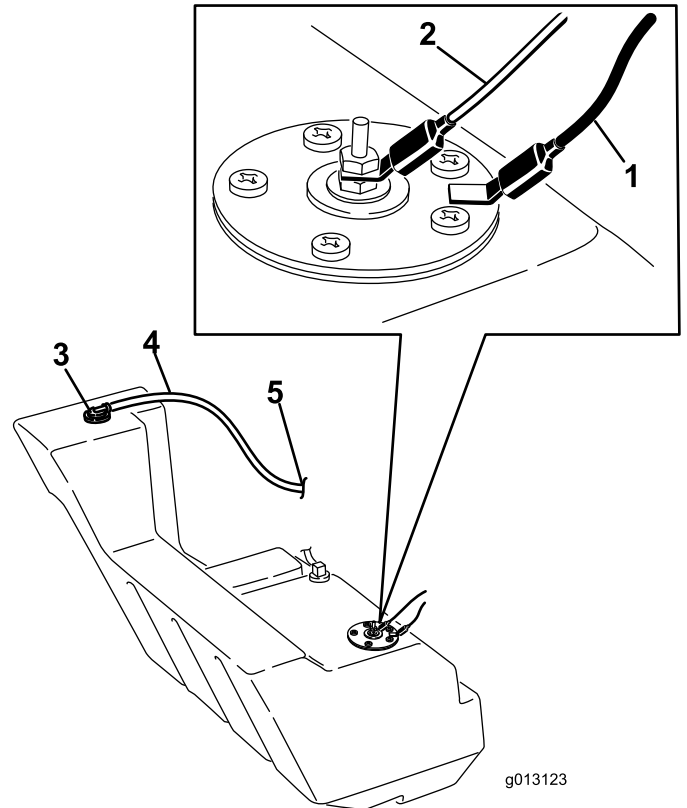

**Figure 65**
Pour cette raison, ouvrez régulièrement le capot et inspectez la zone au-dessous du moteur à l'aide d'une torche. Si la couche de crasse fait entre 2,5 et 5 cm d'épaisseur, suivez la procédure ci-après (voir la Figure 65 à cet effet) :
- Enlevez les boulons, les rondelles et les rondelles-freins de fixation des 2 masses latérales, puis déposez les masses (Figure 65).
- Retirez les 6 écrous et boulons de fixation du panneau arrière et déposez le panneau (Figure 65).
- Poussez le réservoir de carburant en arrière (Figure 65).
17. Glissez le réservoir partiellement dans le châssis (Figure 65).
23. Reposez le panneau arrière et fixez-le en place à l'aide des 6 boulons et écrous retirés précédemment (Figure 65).
25. Montez les masses latérales à l'aide des boulons, rondelles et rondelles-freins enlevés précédemment (Figure 65).